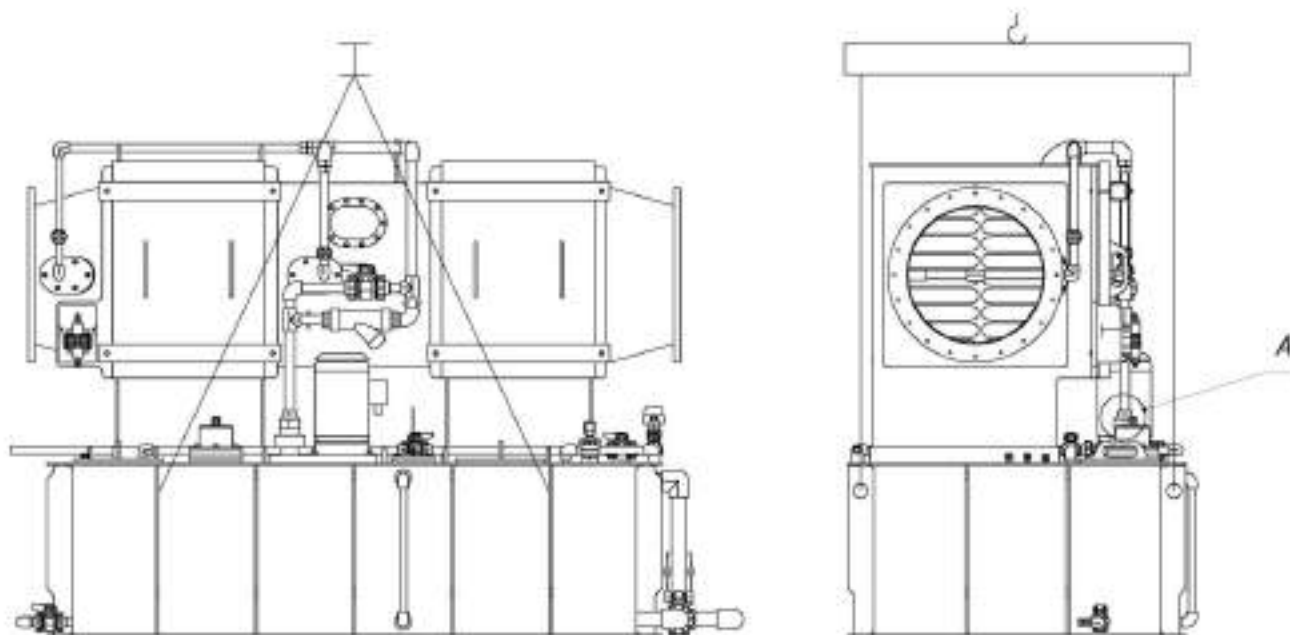
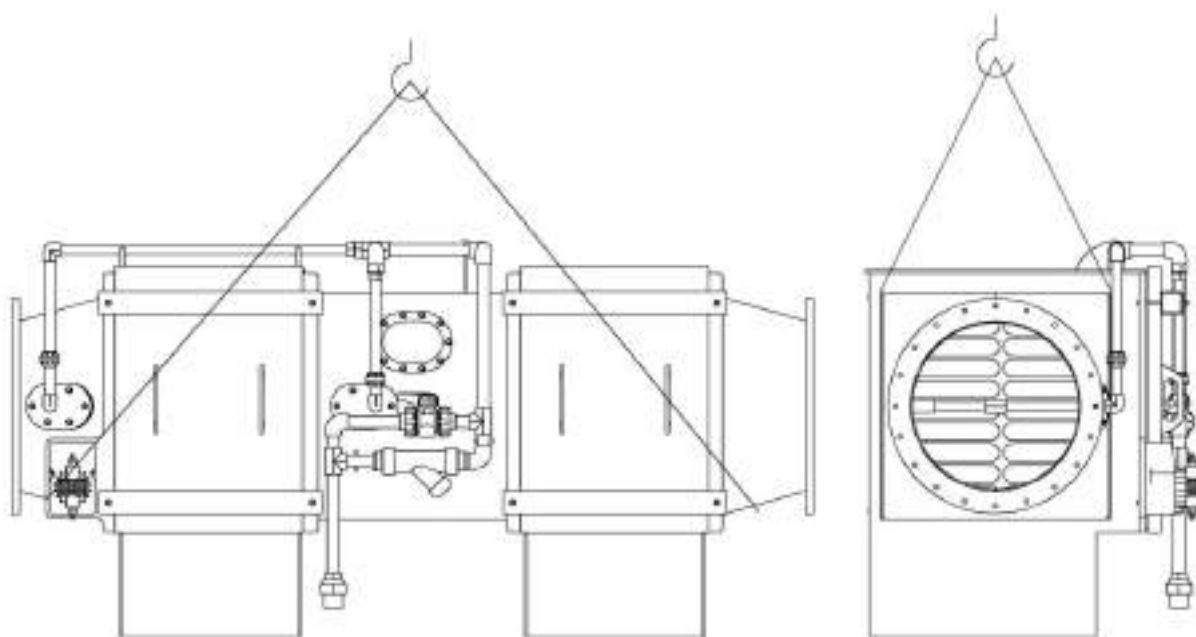

Рис.3 Схема строповки в сборе с использованием траверсы.
Рис.4 Схема строповки верхней части.
6.6. Все такелажные работы с использованием строп, должны выполняться текстильными стропами, с соответствующей грузоподъемностью. Строповочные схемы показаны на рис. 3, 4, 5. Для соединения нижней и верхней части (рис. 4, 5), необходимо соединить напорный трубопровод и насос, путем скручивания накидной соединительной гайки насоса (рис.3 узел А).